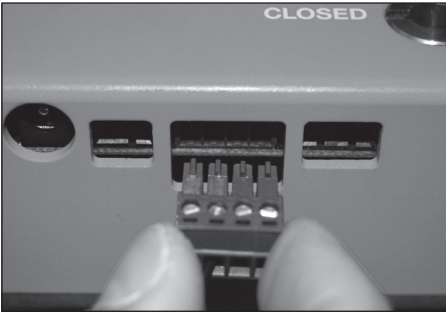

Figure 16
- Retirer le bornier de la carte de circuit imprimé verte de l'unité de contrôle en tirant tout droit dessus. **Figure 16**